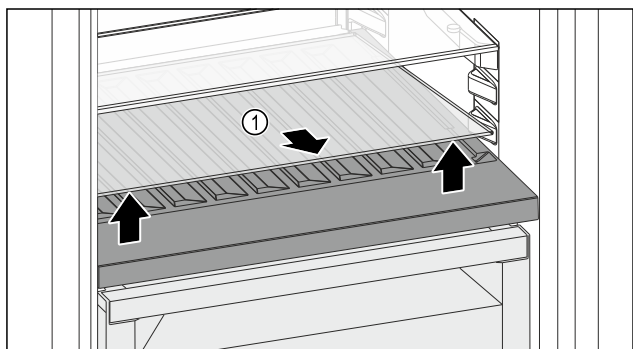

Fig. 183
- ▶ Скористайтесь пазом спереду, щоб підняти скляну полицю Fig. 183 (1) і вийняти її.
- ▶ Безпечно зберігайте скляну полицю Fig. 183 (1) за межами пристрою.
- ▶ Вставте скляну пластину (2) під змінну полицю для зберігання пляшок.